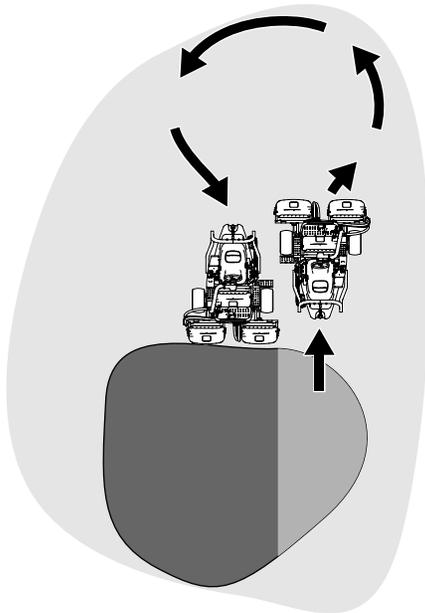

Figura 25
- Para reduzir o tempo de funcionamento e facilitar o alinhamento para o próximo passo, oriente a máquina momentaneamente para a direção contrária, virando depois a máquina na direção da zona por cortar. Este movimento é uma volta em forma de gota (Figura 25) que alinha rapidamente a máquina para a próxima passagem.